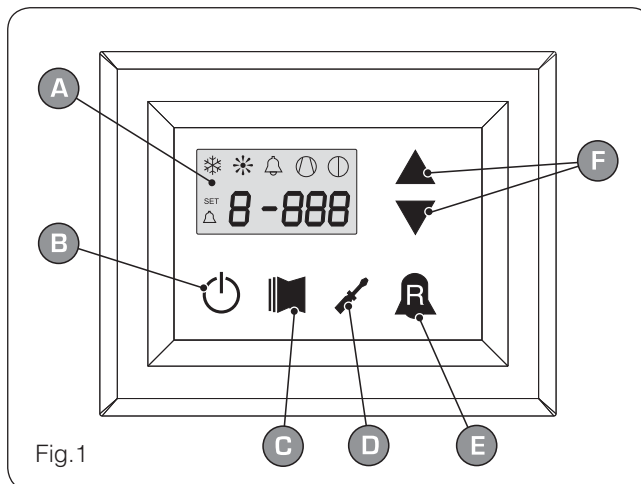

Fig.1
• **LESE-Menü (Taste (C) Abb.1)**
• **EINSTELL-Menü (Taste (D) Abb.1)**
• **ALARM-Übersicht (Taste (E) Abb.1)**
Benutzerschnittstelle (Abb.1)